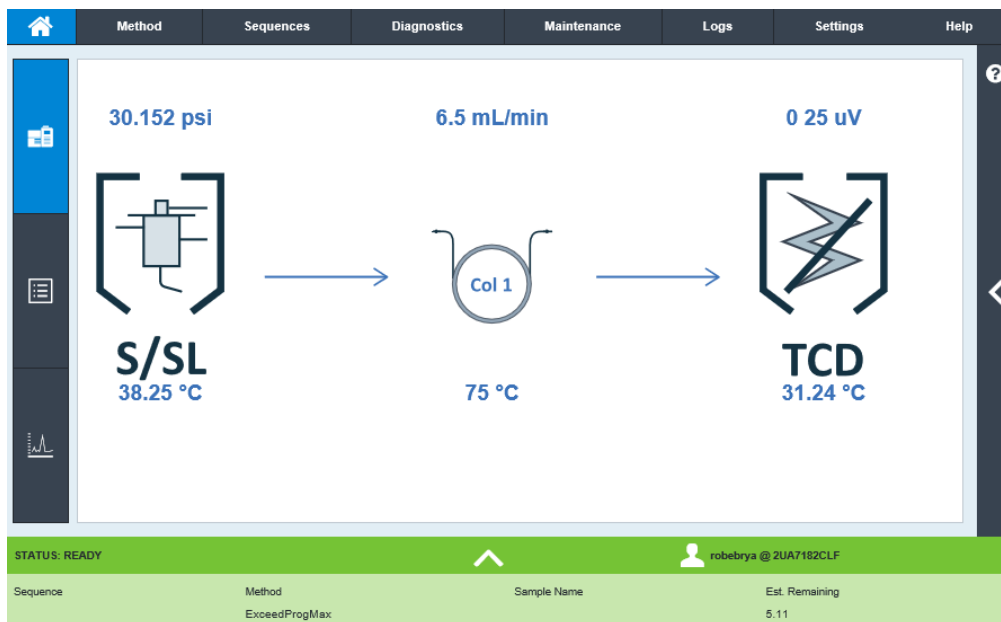

Figura 3 Home page UI browser
- 4 Premere Enter. L'UI browser lancia il browser. Consultare Figura 3.